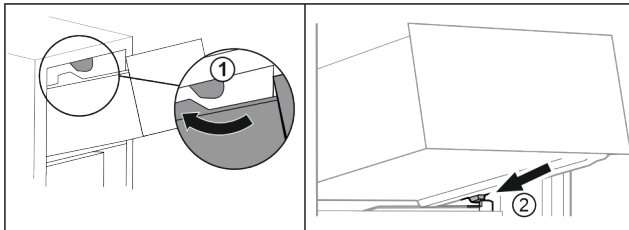

Fig. 14
- ▶ Far passare il cassetto sui fermi superiori. Fig. 14 (1)
- ▶ Applicare il cassetto inclinandolo dietro i fermi inferiori sulla nervatura del contenitore. Fig. 14 (2)